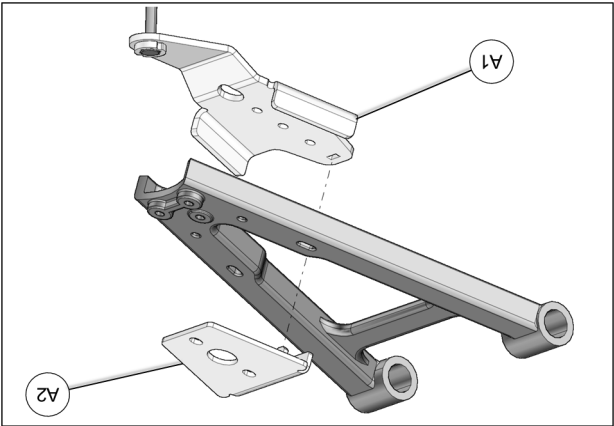

Fig. 16
5. Positionner la partie inférieure de l'ancrage anti-rotation (A1) sous le bras de suspension inférieur. Positionner la partie supérieure (A2) au-dessus du bras de suspension et insérer le tenon de la partie pliée dans l'ouverture de la partie inférieure. Fig. 16